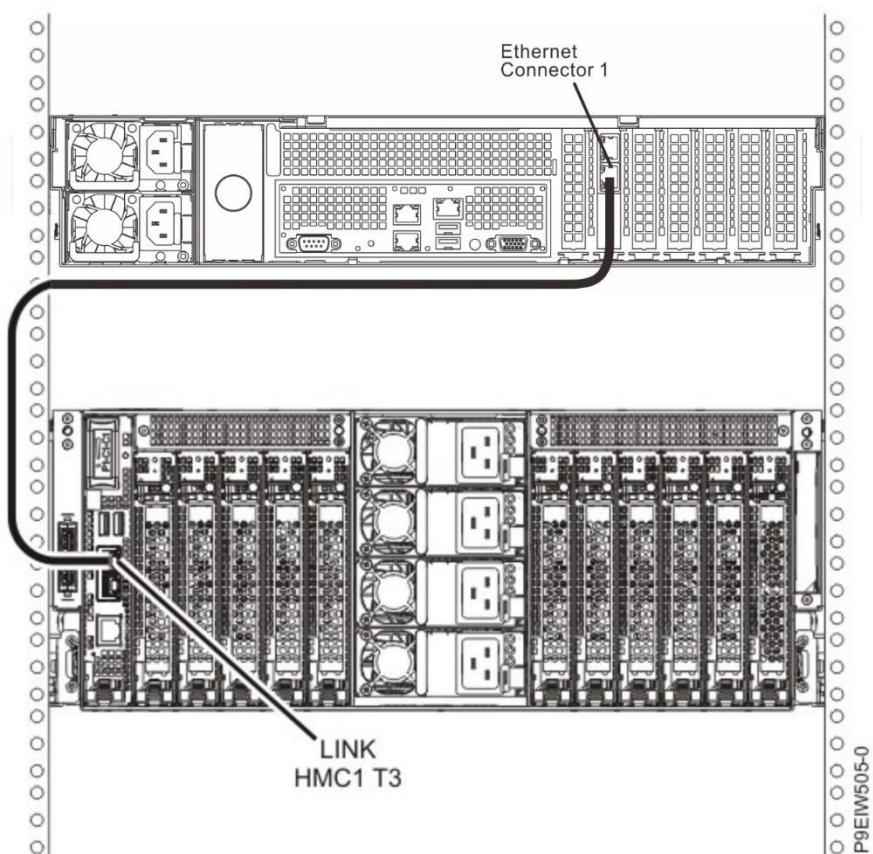
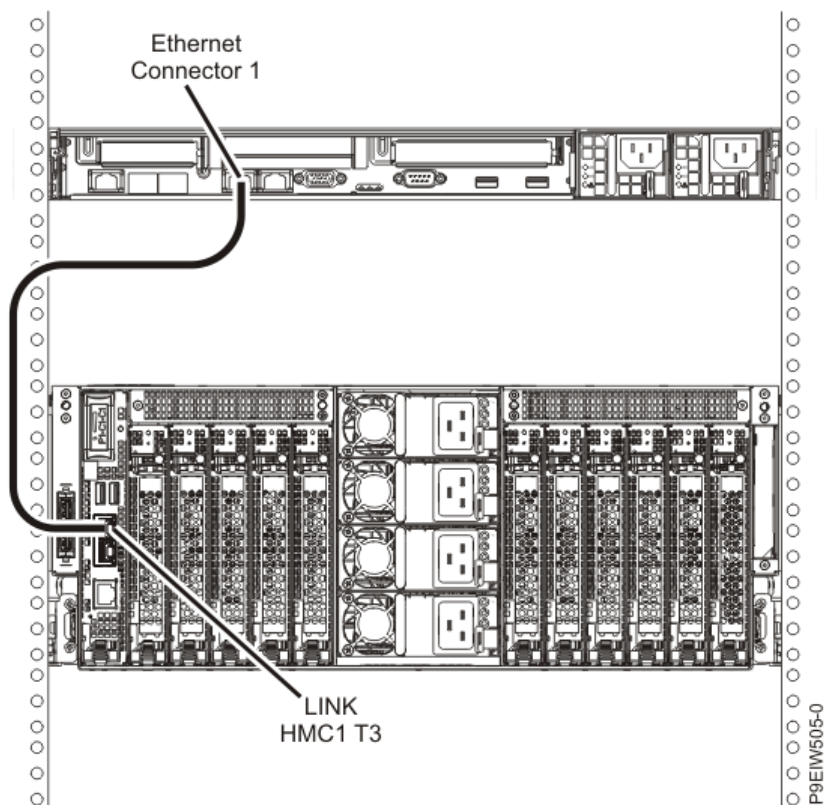

图 26 连接 HMC 到被管理的服务器
图 27 连接 HMC 到被管理的服务器
1. 如果您想直连您的 HMC 到被管理的服务器，连接 HMC 的 Ethernet Connector1 到被管理服务器的 HMC1（T3）端口。请参考与您相同型号的 HMC 连接方式，见图 26、或图 27。